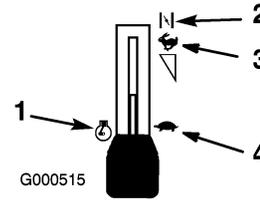

Figura 8
3. Prima di avviare il motore a freddo spostate la leva dell'acceleratore in posizione Starter (Figura 8).
5. Quando il motore è acceso, muovete la leva dell'acceleratore in posizione Fast (Figura 8). Se il motore stalla o esita, riportate la leva
1. Portate la leva dell'acceleratore in posizione Fast (Figura 8).